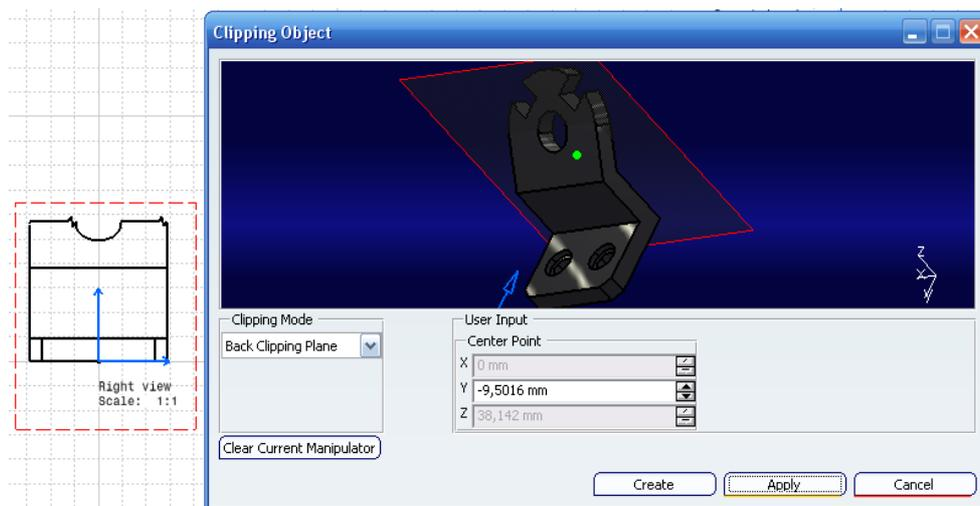

Ilustración 649: *Back Clipping Plane*.
- *Back Clipping Plane*: mediante un plano (ver Ilustración 649).